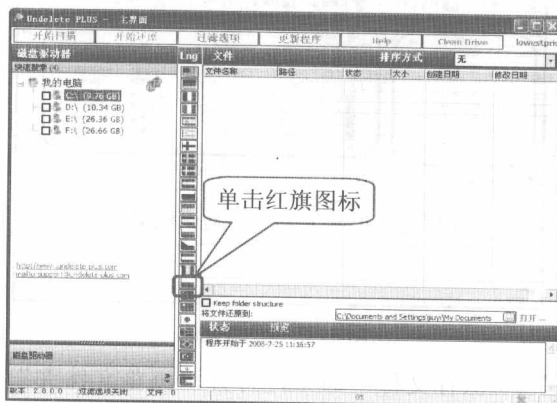

图 11-10 Undelete Plus 工作界面
步骤① 运行 Undelete Plus 程序，单击最下面的红旗图标即可使界面变成简体中文，如图 11-10 所示。